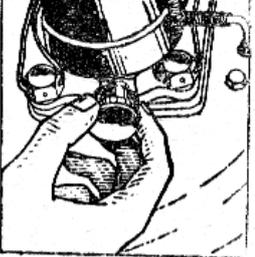

Рис. 20. Смазка подшипника правого заднего колеса.
16. Подшипники задних колес (рис. 20) смазываюте двукрат- ным заносением колпачка масленки и полным выжиманием его через каждые 6000 км пробега.